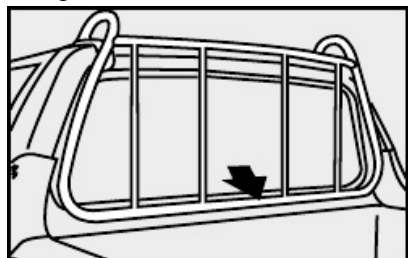
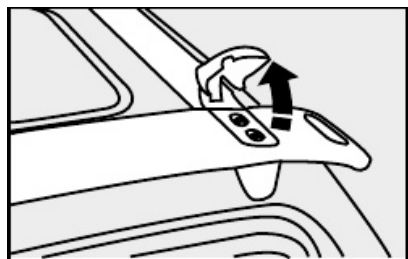

fig. 69
fig. 70
- utilizar o porta-escadas **fig. 69** para apoiar e fixar corretamente os objetos de maior altura. Nas versões com cabine estendida, levantar antes os limitadores **fig. 70**.
Ao utilizar o porta-escadas, não apoiar objetos cujo peso seja superior a 80 kg. No caso dos limitadores **fig. 70**, não obrigá-los a suportar forças laterais superiores a 30 kg.